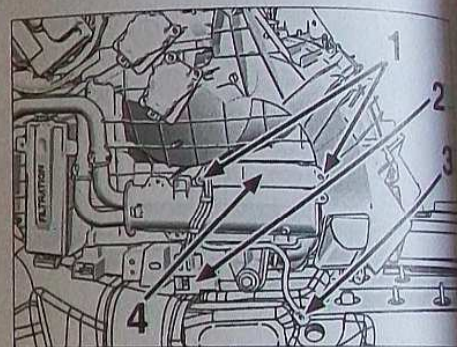

FIG. 14
Déposer les vis (1) et la vis de masse (3) (Fig.14)